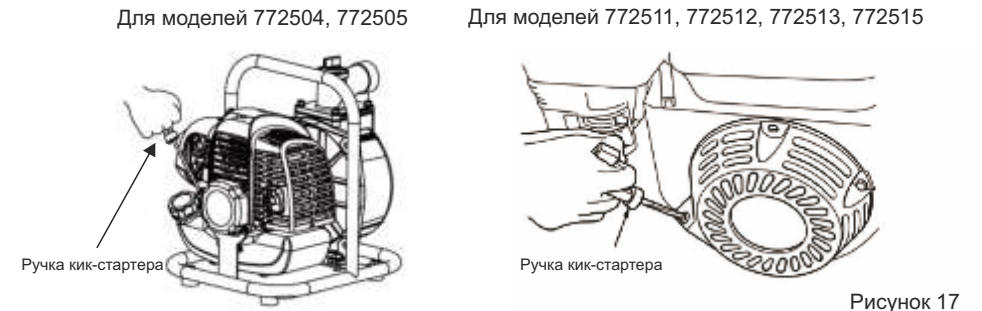

Рисунок 17
5. Для запуска двигателя возьмитесь за рукоятку кик-стартера и плавно тяните за нее, пока не почувствуете сопротивления, после чего плавно отпустите рукоятку кик-стартера (рис. 17), а затем резко дерните за нее. Двигатель должен запуститься. Если двигатель не запустился, то повторите действия, указанные в этом пункте.